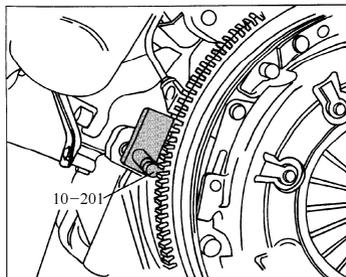

图 2-57 用 10-201 托架松开和拧紧螺栓
1) 松开和拧紧螺栓时，使用如图 2-57 所示 10-201 托架。
1) 松开和拧紧螺栓时，须使用 10-201 (图 2-57)。